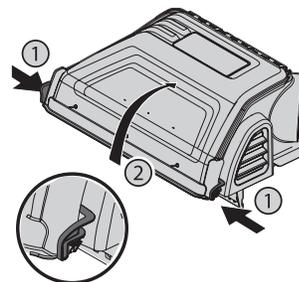

Figure 12
6. Ouvrez le capot en enfoncez les onglets arrière avec votre main (1) l'ouvrir et en soulevant le couvercle de l'autre main au centre à l'arrière du couvercle de l'ensacheuse (2), comme illustré à la Figure 12.